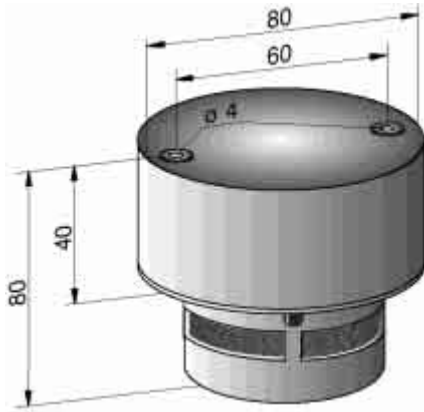

Fig.4
- Monter le socle au plafond à l'aide du matériel de montage fourni (cotes: voir fig.4)
- Connecter la batterie 9 V à la prise (4) et la placer dans le support prévu à cet effet (1).
- Enfin, contrôler le fonctionnement du détecteur de fumée à l'aide du bouton d'essai (3).
- Percer les ouvertures pour câbles nécessaires, monter le socle au plafond à l'aide du matériel de montage fourni (cotes:voir fig.4).